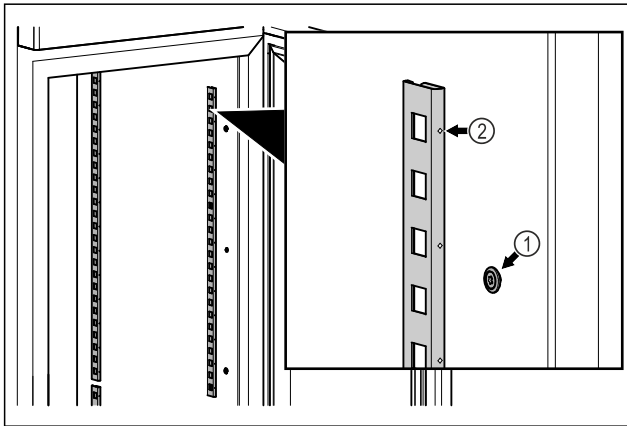

Fig. 17 Примерное изображение
- ▶ Навесьте фиксатор на крепление Fig. 17 (1). Отметка Fig. 17 (2) должна располагаться спереди.